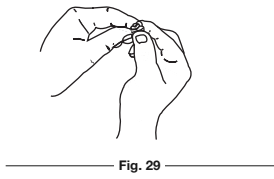

Fig. 29
5. Vuelva a colocar el filtro (Fig. 29).